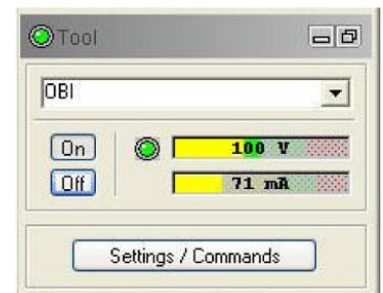

Рисунок 4-1 Панель Tool
2. Выберите нужный зонд OBI в раскрывающемся списке (Рисунок 4-1) на панели инструментов **Tool** программного обеспечения (если вашего зонда нет в списке, проверьте, сохранен ли файл конфигурации вашей сборки зондов в соответствующей папке вашего компьютера).
4. На панели инструментов **Tool** (Рисунок 4-1) щелкните мышкой на кнопке **Settings / Commands**, чтобы настроить параметры конфигурации вашего зонда (См. Раздел 4.5).